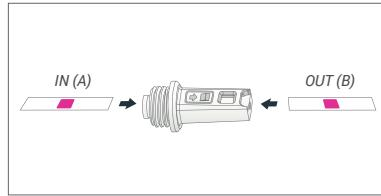
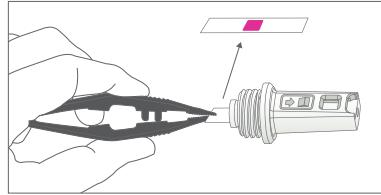

Figure 2
Figure 3
- Place a Chemdy\* Lumenia CDWE cleaning indicator in the inner cavity of each device in a way that the test soil is facing upwards (Fig. 2).
- WARNING:** before placing the indicator in the inner cavity of the device, remove its liner. Secure the position of the indicator in the inner cavity using the tweezer provided, so that it is firmly adhered to the device (Fig. 3).
- Colocar un indicador de lavado Chemdy\* Lumenia CDWE en la cavidad interna de cada dispositivo de manera que el test soil quede orientado hacia arriba (Fig. 2). **ATENCIÓN:** antes de colocar el indicador en la cavidad interna del dispositivo, remover el liner del mismo. Asegurar la posición del indicador en la cavidad interna con ayuda de la pinza provista, de modo que el mismo quede adherido al dispositivo firmemente (Fig. 3).